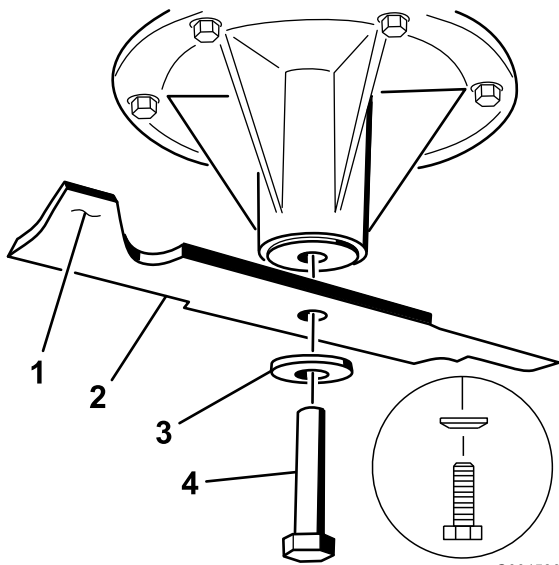

Figura 103
1. Instale la cuchilla en el eje (Figura 103).
2. Instale la arandela de muelle y el perno de la cuchilla (Figura 103).